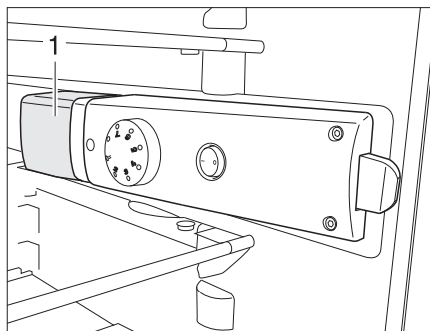

Bild 372 Kühlschrankleuchte
- Von hinten unter die Leuchtenabdeckung (Bild 372,1) fassen und Leuchtenabdeckung ca. 3 mm anheben.